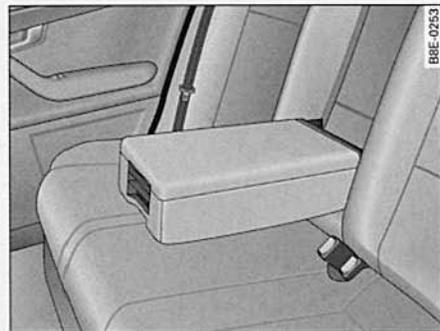

Fig. 224 Reposabrazos central del asiento trasero: Compartimento para el botiquín
- Tire del asa ⇒ fig. 224 hacia arriba para abrir el compartimento.